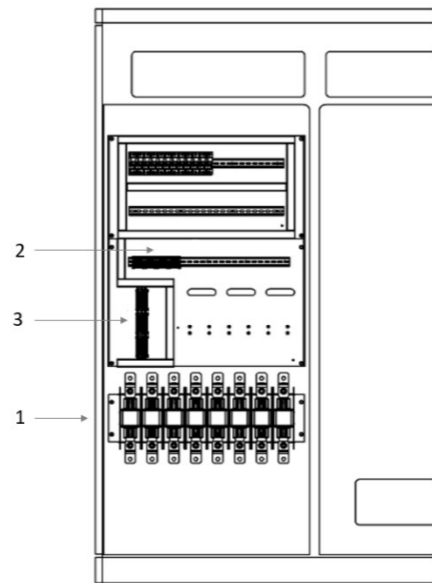

Figura 5.2- Ajuste da tensão da rede de alimentação
3. Localize o conjunto de bornes "1XT", "2XT", "3XT" na porta frontal esquerda da Cabine de Potência (Figura 5.2, indicador dois (02)).
4. Usando uma chave de fenda 4 mm, retire os três (03) cabos dos bornes "1XT:F", "2XT:F", "3XT:F" e os reposicione nos bornes: 380, 440, 460 ou 480 V respectivos, de acordo com a tensão de alimentação desejada.